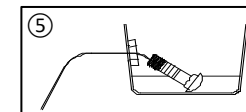

Figura 2
- Retirar el panel guardapolvo del lado del pasajero (RH).** Con un destornillador de punta plana, retirar (2) remaches de plástico y usar un cubo de 10 mm para retirar (1) tuerca. Devolver al propietario del vehículo.
- Instalar el enganche-** (a) Instalar los pernos de carruaje. Retirar los tapones de goma en los orificios de acceso al bastidor ubicados en la parte inferior del bastidor hacia el frente de los orificios de montaje. Insertar pernos 7/16" ① y espaciadores ② a través de los orificios de acceso usando cables de insertar ⑤ a través de los orificios de montaje ubicados en la cara exterior del enganche en ambos lados, ver la **Figura 2**, y dejar el cable de insertar unido. (b) Levantar el enganche a su posición. Deslizar los alambres y pernos a través de los orificios de montaje del enganche y retirar el cable de halar, asegurar sin apretar la arandela cónica y las tuercas de 7/16" ④, ver la **Figura 1**
3. **Instalar el enganche- (a)** Instalar los pernos de carruaje. Retirar los tapones de goma en los orificios de acceso al bastidor ubicados en la parte inferior del bastidor hacia el frente de los orificios de montaje. Insertar pernos 7/16" ① y espaciadores ② a través de los orificios de acceso usando cables de insertar ⑤ a través de los orificios de montaje ubicados en la cara exterior del bastidor en ambos lados, ver la **Figura 2**, y dejar el cable de insertar unido.